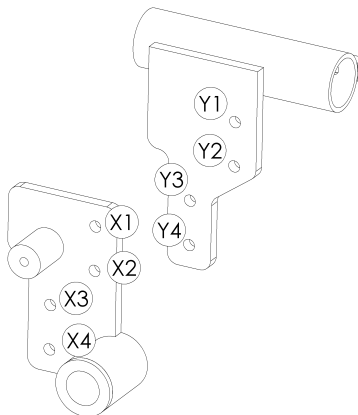

Figure 8 - Position des trous d'ajustements
4. Positionner le mécanisme de jonction selon les indications du tableau 4 et de la figure 8. **Prendre soin de serrer fermement les écrous.**